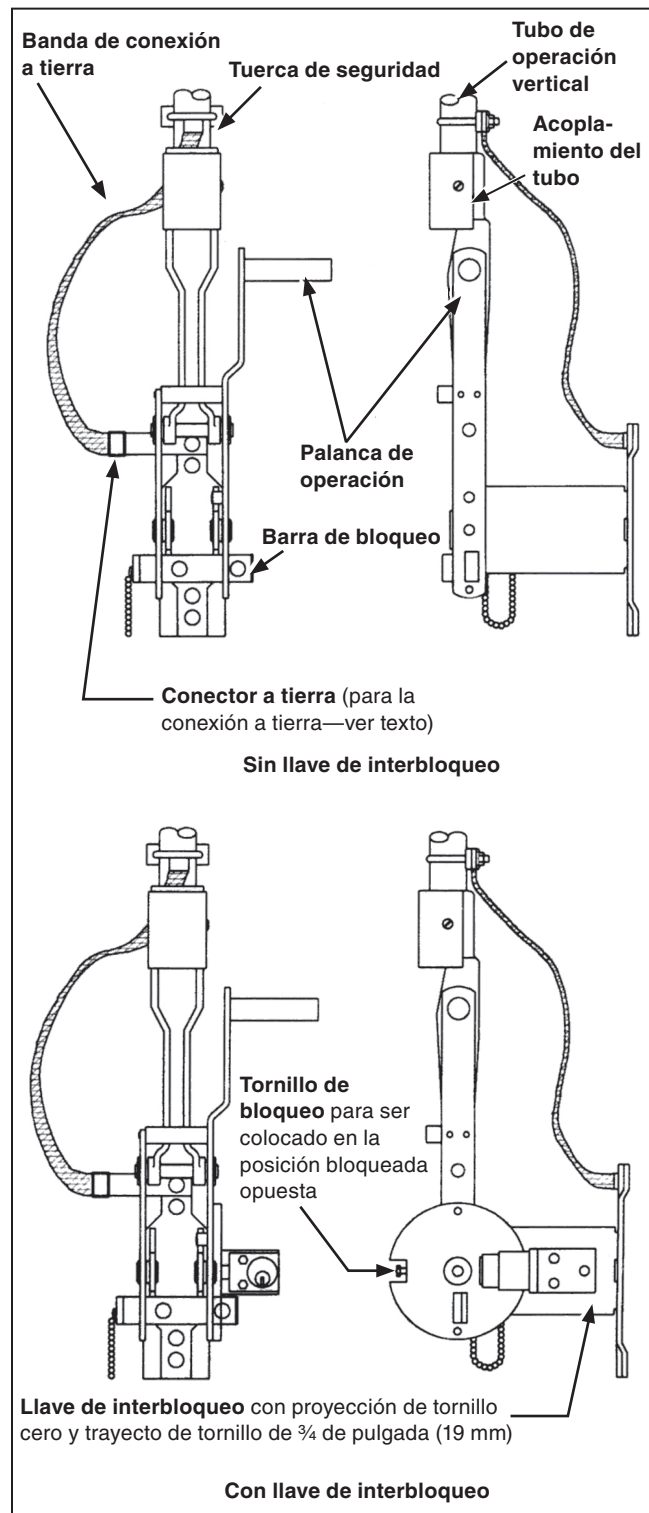

Figura 13. Ensamble de la palanca operativa.
- (b) Instale la sección inferior del tubo operativo vertical al enredar un extremo del tubo en el acoplamiento de la palanca operativa. Aproximadamente $\frac{1}{4}$ de pulgada (6 mm) del alambre se debe extender a través del acoplamiento. Ver Figura 13. Apriete la tuerca de retención. Deslice la varilla guía en el tubo y sujete el extremo superior del tubo al acoplamiento rígido inferior. Apriete los tornillos de sujeción del acoplamiento pero no apriete el tornillo de fijación relacionado en este momento.
- (c) Asegúrese de que los polos del interruptor estén completamente cerrados y que la palanca operativa esté retenida en su posición **Cerrado** mediante una barra de bloqueo. Ver Figura 13.
Use el tubo operativo vertical como línea de plomo para ubicar la palanca operativa radialmente con el polo—ver Sección D-D en el plano de montaje. Después, perforo dos orificios con diámetro de $\frac{1}{16}$ de pulgada (17 mm) en las ubicaciones que se indican en el plano de montaje, y coloque la palanca utilizando la varilla roscada de $\frac{5}{8}$ de pulgada o los tornillos pasantes (no se proporcionan). Al mismo tiempo, use uno de los tornillos de montaje de la palanca operativa para sujetar un extremo de la banda de conexión a tierra (el extremo con el conector de tierra enganchado) a la placa de montaje de la palanca. Ver Figura 13.
- (k) Sujete el extremo libre de la banda de conexión a tierra a la sección inferior del tubo operativo vertical, unas cuantas pulgadas encima del ensamble de la palanca operativa, con el conector de perno U que se proporciona para tal fin. Después conecte el extremo inferior de la banda a una conexión adecuada a tierra, utilizando el conector de tierra que se proporciona en el extremo de la banda. Ver Figura 13 en la página 16. Proceda a la sección “Conductores de Remate” en la página 27.